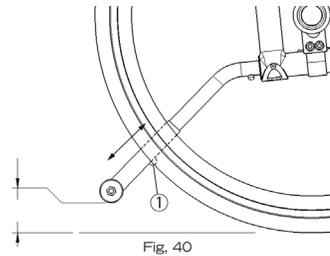

Fig. 40
- Premete il pulsante (1) (Fig. 40) e fate scorrere le estensioni dell'antiribaltamento alla lunghezza desiderata.